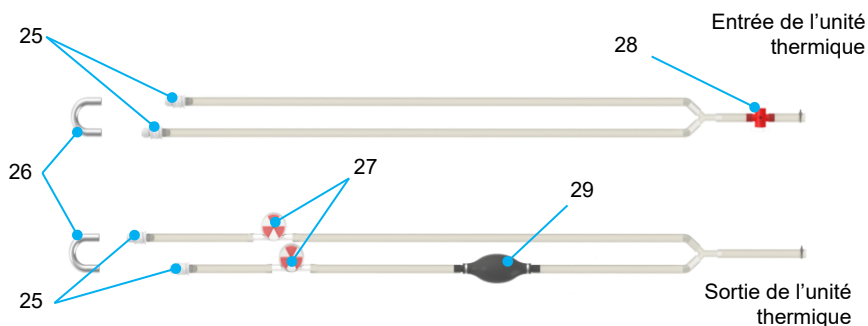

Figure 7 Tubage de l'unité thermique
L'unité thermique maintient la température de la solution de perfusion en circulation à l'aide d'éléments Peltier. En fonction de la température réglée, ces éléments refroidissent ou chauffent le circuit d'eau interne par effet thermoélectrique. Pour transférer la température du circuit d'eau interne à la solution de perfusion, l'unité thermique est raccordée par un tuyau en silicone aux orifices de l'échangeur de chaleur des deux oxygénateurs (Figure 7 et Figure 14). L'orifice de sortie de l'unité thermique est relié à l'orifice « entrée d'eau » de l'échangeur de chaleur et l'orifice d'entrée de l'unité thermique est relié à l'orifice « sortie d'eau » de l'échangeur de chaleur.
- Placez le tubage thermique (Figure 7) avec le coupleur de tubage d'eau (élément 26) aussi bas que possible. Lors du remplissage et du dégazage (section 2.3.1), veillez à ce que l'entrée et la sortie de l'unité thermique (Figure 7, éléments 21 et 22) se trouvent au point le plus haut, de sorte que les bulles d'air se déplacent vers l'unité thermique.
- Pressez à plusieurs reprises le ballon de dégazage (Figure 7, élément 29) pour expulser autant d'air que possible du tubage thermique du côté AH.